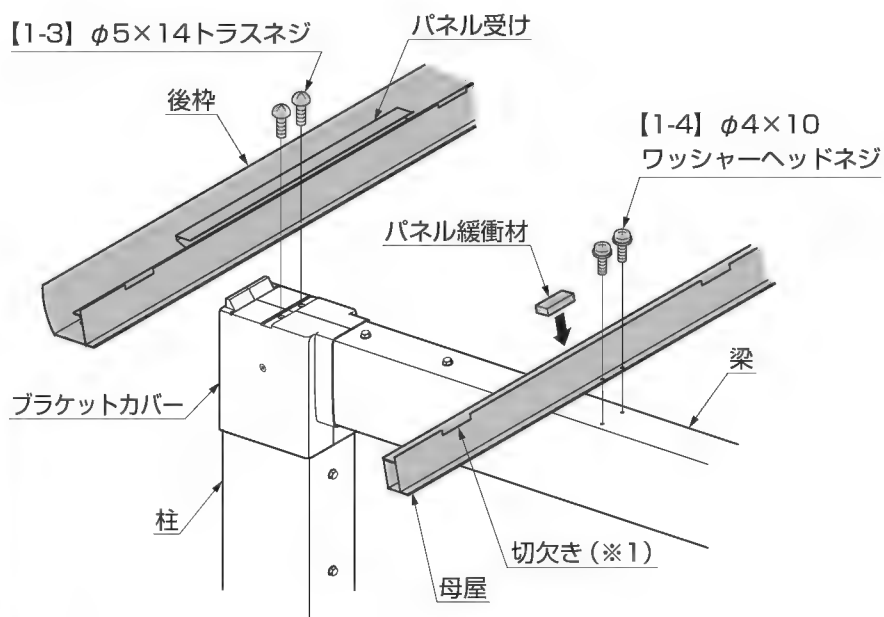

図4-1
①後枠をブラケットカバーに【1-3】で取付けてください。(図4-1参照)
②パネル緩衝材を母屋の切欠きと切欠き(※1)の間に貼付けてください。
③前枠側にフィン部を向けて、母屋を梁に【1-4】で取付けてください。(図4-1参照)